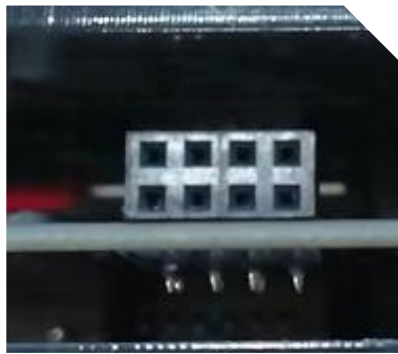
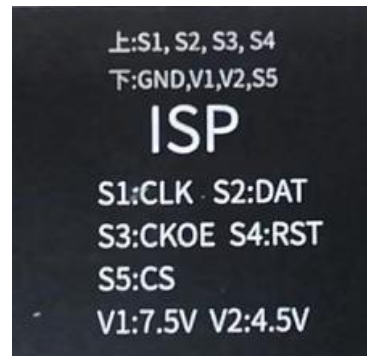

图 38. ISP 接口
图 39. ISP 接口定义
2.4.1.2: ISP 接口接线; 找到如下图 38 烧录器侧边的 ISP 接口, 根据下图 39 的接口定义接到芯片的烧录引脚。两者的对应关系为:
2.4.2.2: ISP 接口接线：找到如上图 38 烧录器侧边的 ISP 接口，根据上图 39 的接口定义接到芯片的烧录引脚。两者的对应关系为：
2.4.3.2: ISP 接口接线；烧录空片时，不能从 ISP 接口这边接线。FT 芯片找到如上图 38 烧录器侧边的 ISP 接口，根据上图 39 的接口定义接到芯片的烧录引脚。
2.4.4.2 ISP 接口接线：找到如上图 38 烧录器侧边的 ISP 接口，根据上图 39 的接口定义接到芯片的烧录引脚。两者的对应关系为：
2.4.5.2 ISP 接口接线：找到如上图 38 烧录器侧边的 ISP 接口，根据上图 39 的接口定义接到芯片的烧录引脚。两者的对应关系为：
2.4.6.2 ISP 接口接线：找到如上图 38 烧录器侧边的 ISP 接口，根据上图 39 的接口定义接到芯片的烧录引脚。两者的对应关系为：